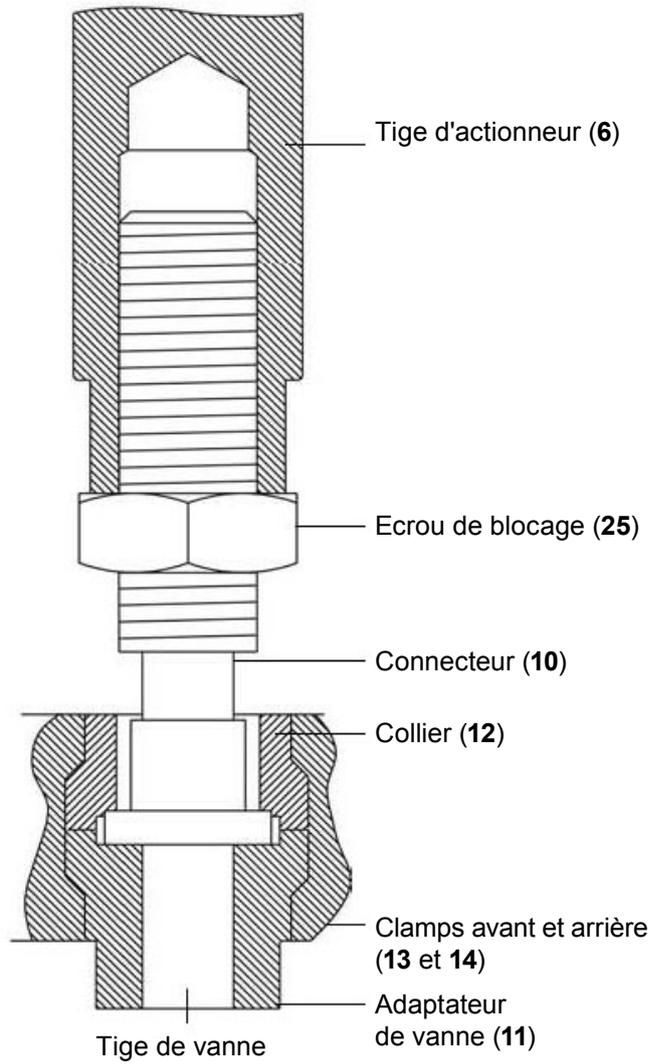

Fig. 5 - Ensemble adaptateur de l'actionneur, adaptateur de vanne et connecteur.
**Pour ajuster le point de réglage, voir Fig. 5 et procéder de la manière suivante :**
- Avec le clapet de vanne qui reste sur son siège, régler le connecteur (**10**) jusqu'à toucher l'adaptateur (**11**). Serrer l'écrou de blocage (**25**). Voir Fig. 5 pour une bonne installation.